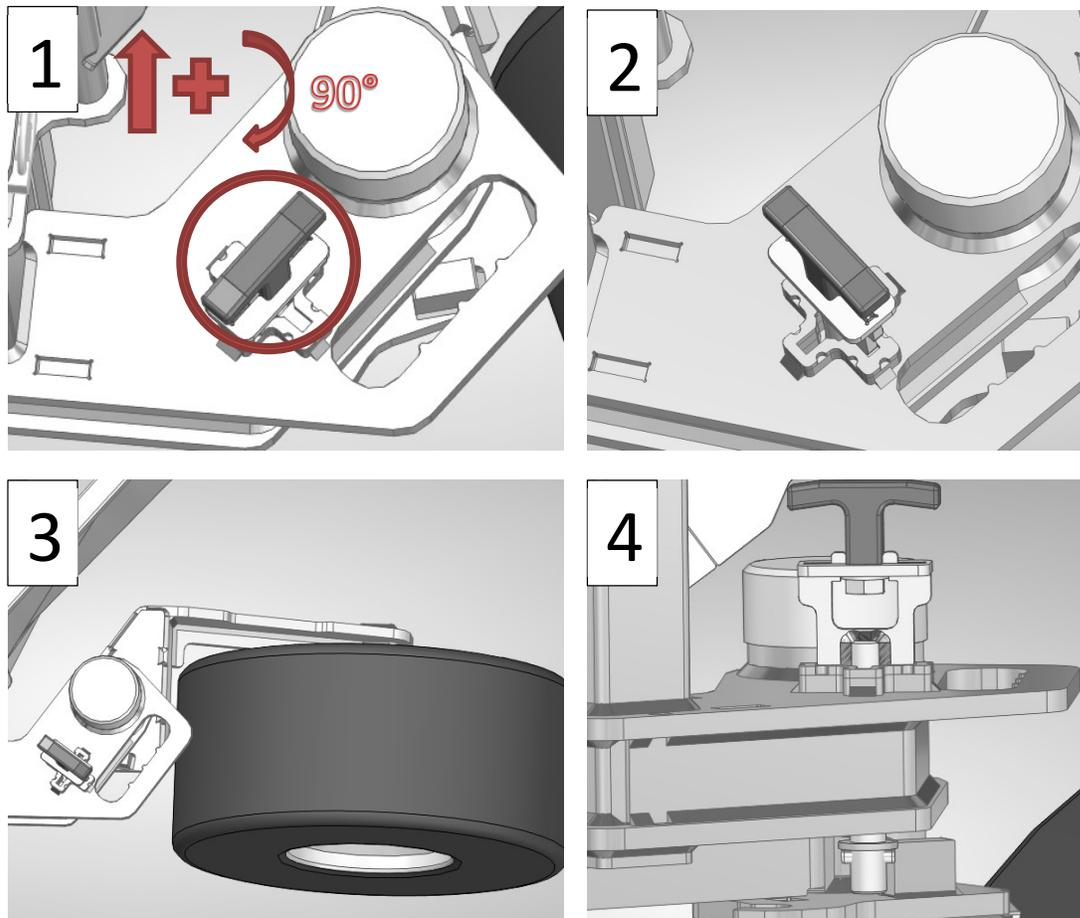

Abb. 13. Einstellen des Fahrwerks in die Arbeitsposition
4. Heben Sie den Bolzen aus der in Abb. 13 an Punkt 1 gezeigten Position an und drehen Sie ihn um 90 Grad.
5. Der Bolzen sollte sich beim Drehen in der in Abb. 13 unter Punkt 2 gezeigten Position befinden.
7. Vergewissern Sie sich, dass der Bolzen nicht an der Radbefestigung hängen bleibt und dass er sich innerhalb des vom Hersteller angegebenen Bereichs frei bewegen kann (siehe Punkte 3 und 4 in Abb. 13).